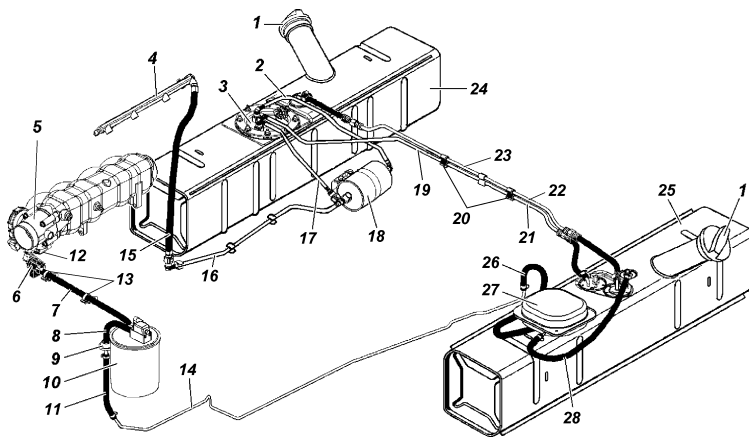

Рис. 9.9. Схема системы питания двигателя топливом:
**Топливные баки 24, 25** (рис. 9.9). Обслуживание топливных баков заключается в периодической промывке фильтра топливного модуля (правый бак) и промывке самих баков.
- откройте люк в полу кузова над топливным модулем 3, отверните болты крепления сепаратора 27 (рис. 9.9), выньте его и отсоедините от него шланги;
**Топливный модуль 3** (рис. 9.9) погружного типа, включающий в себя электробензонасос, сетчатый фильтр, струйный насос, регулятор давления и датчик указателя уровня топлива.